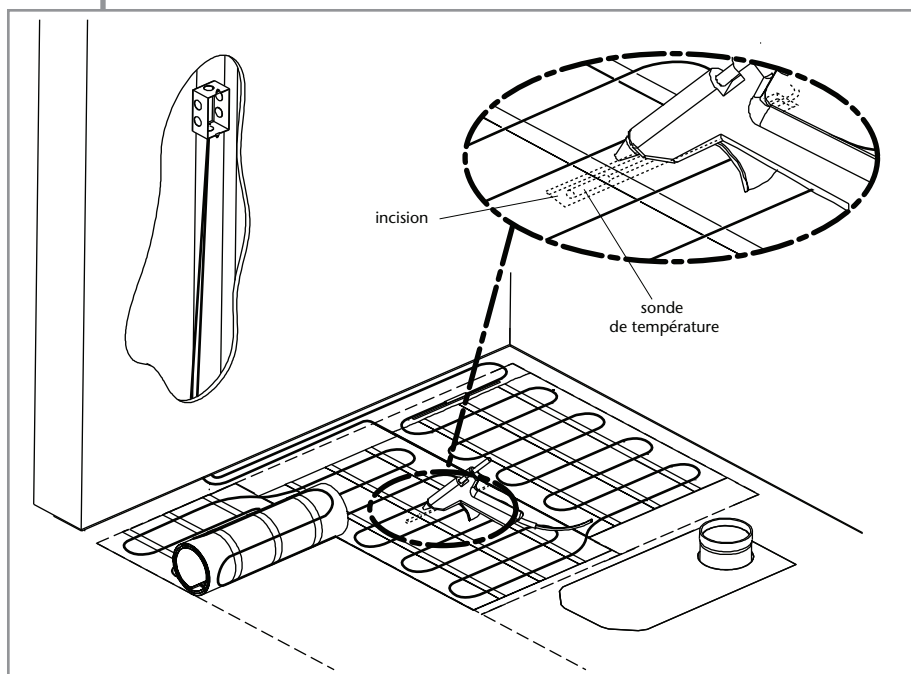

Figure 4.5
- Coller la sonde au sous-plancher (figure 4.5). Celle-ci doit être solidement fixée au sous-plancher afin de rester en place au moment de verser le ciment ou autre liant équivalent (colle à base de ciment, colle à céramique, ciment autonivelant).